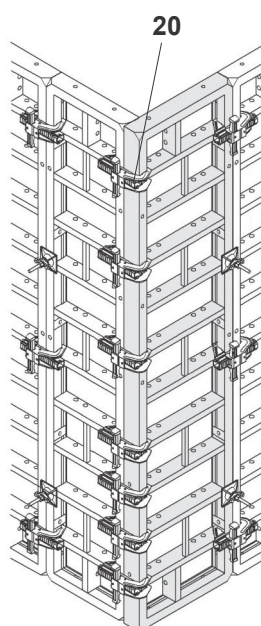

Рис. 80
Соединение элементов с помощью 7 шт. выпрямляющих замков BFD (20) на высоту  $h=3,30$  м. (Рис. 80)